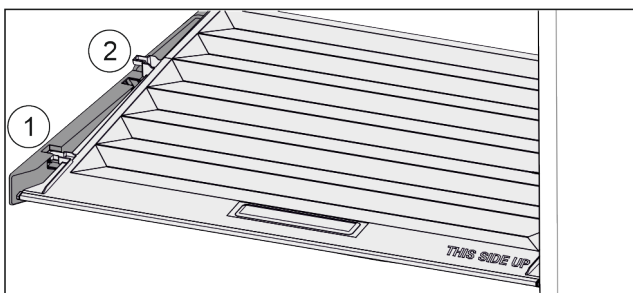

Fig. 142
- ▶ Издърпайте напред Fig. 142 (1) капака до отвора в задържащите части.
- ▶ Повдигнете го отзад отдолу и отстранете Fig. 142 (2) нагоре.